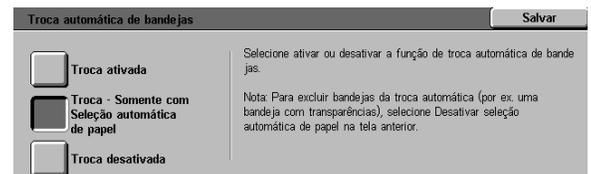

Figura 12: tela Troca automática de bandejas
- 6 Para ativar ou desativar a Troca automática de bandejas, use as setas para cima e para baixo para destacar a opção Troca automática de bandejas. Toque no botão **Alterar configurações** para exibir a tela Troca automática de bandejas, conforme ilustrado na Figura 12.